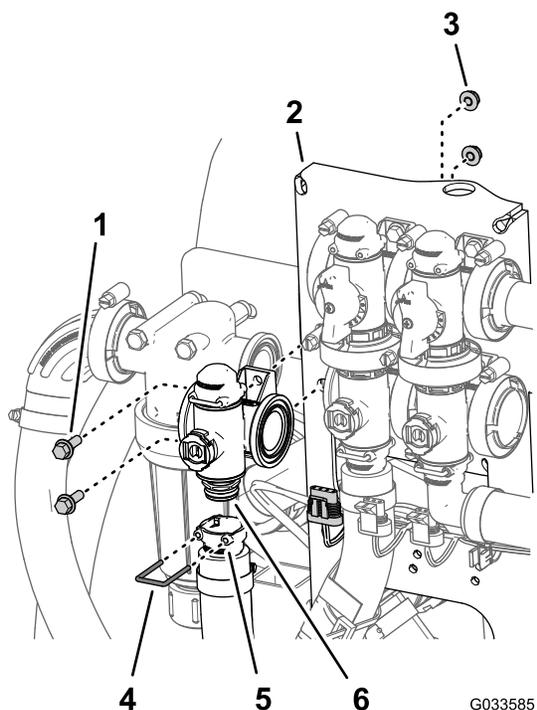

Рисунок 99
2. Снимите держатель, который крепит выпускной штуцер к муфте коллектора клапана регулирования интенсивности опрыскивания (Рисунок 99).
- Удалите два болта с фланцевыми головками (¼ x ¾ дюйма) и две фланцевые контргайки (¼ дюйма), с помощью которых клапан регулирования расхода присоединяется к креплению, и снимите коллектор клапана с автомобиля (Рисунок 99).